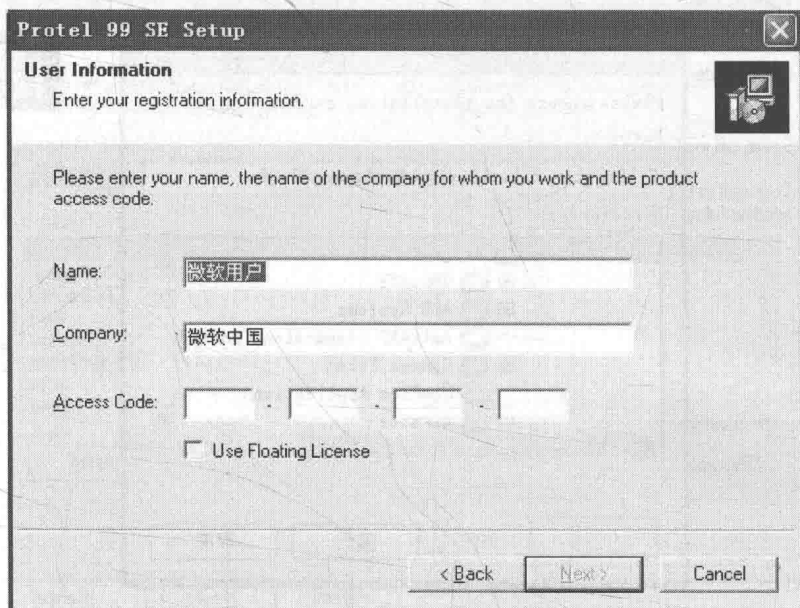

图 0-2 用户注册
3) 单击“Next”按钮,进入注册对话框,如图0-2所示。按提示输入用户信息及序列号,单击“Next”。